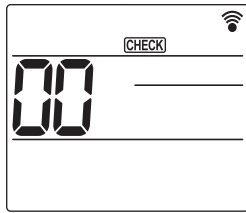

Fig. 6-7
- 5 saniye boyunca MENU düğmesine basın. (Fig. 6-7)